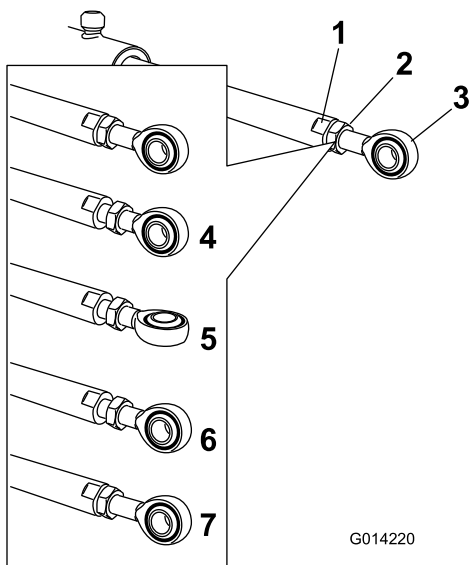

Figura 97
4. Coloque una llave plana sobre las zonas planas del émbolo del actuador para inmovilizarlo, luego afloje la contratuerca para poder manipular la varilla de ojal (Figura 97).
5. Gire la varilla de ojal en el émbolo del actuador para acortar o alargar el actuador extendido a la posición deseada (Figura 97).